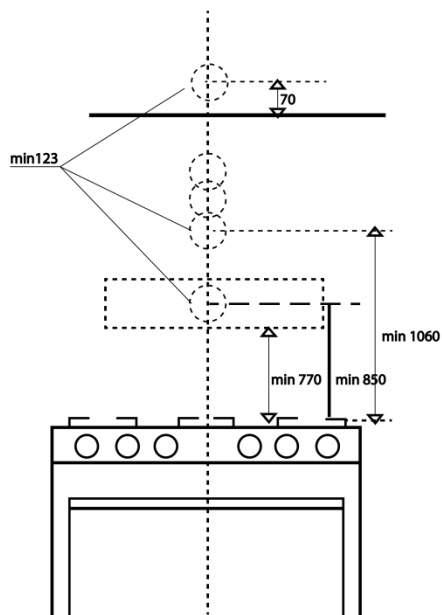

FIG. 2
1. Como se muestra (fig. 2). Perfore un agujero de 133 mm de diámetro en la pared, en cualquier caso, comprobar la posición de la toma de corriente y observe si el cable del artefacto llega.